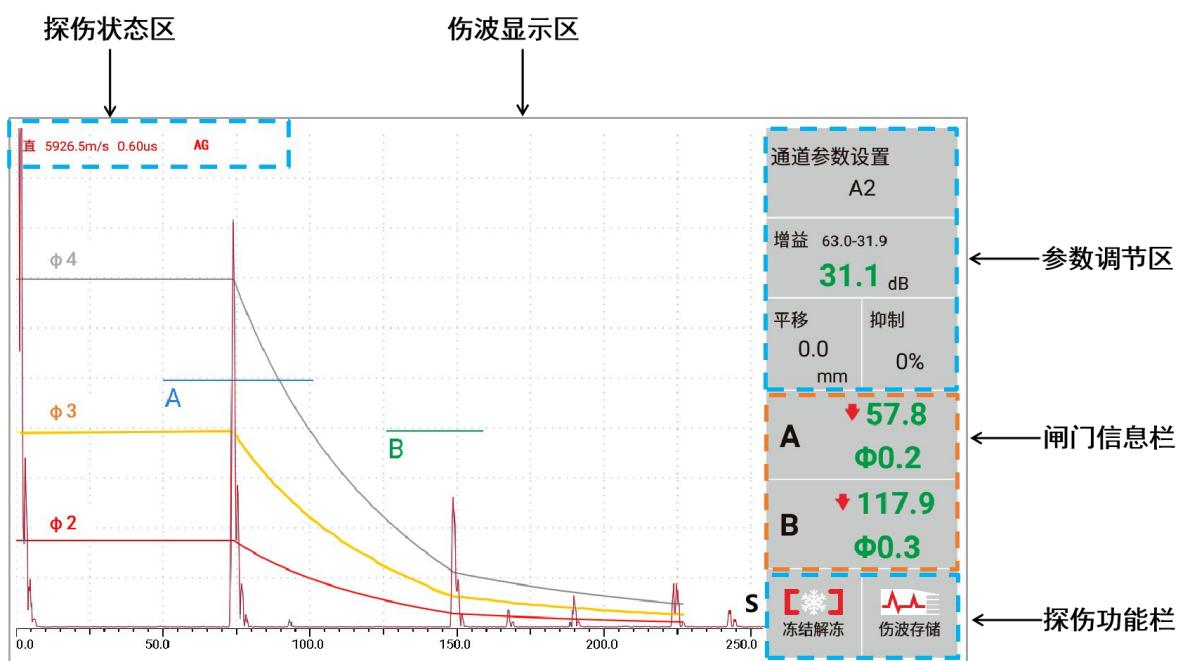
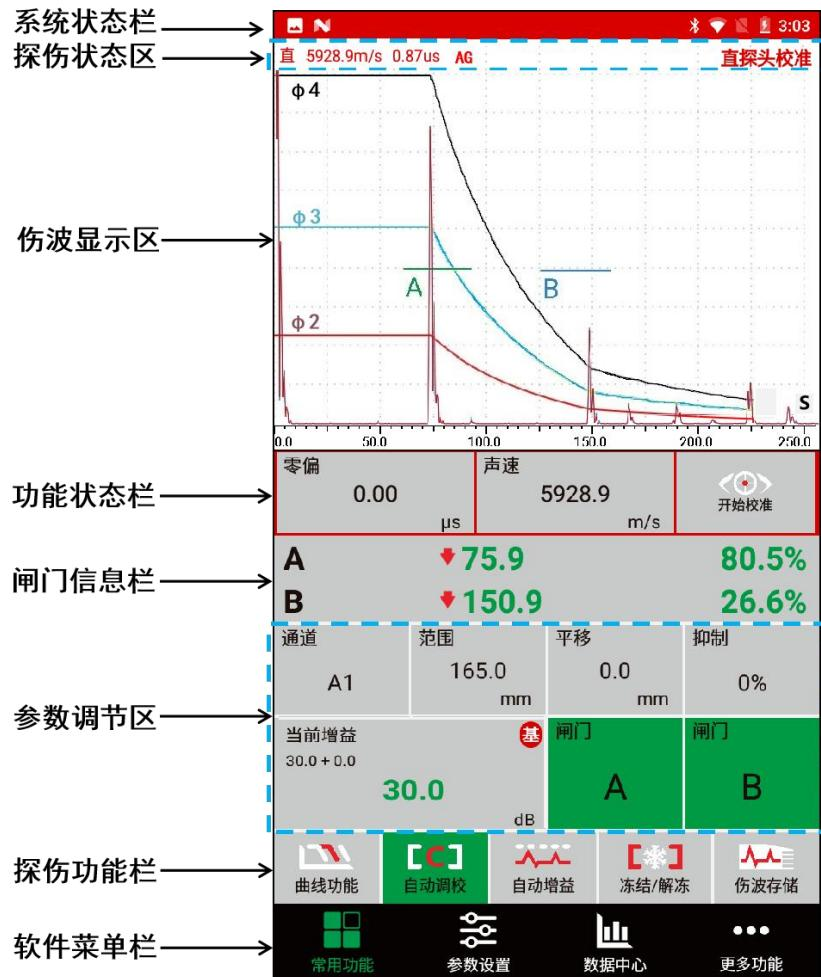

图 2.2 横屏模式显示界面
图 2.3 坚屏模式显示界面
本仪器提供了两种显示模式的探伤界面，即横屏模式和竖屏模式。横屏模式时，伤波显示区较大，波形显示更清晰，但参数调节较麻烦，功能操作较少，如图 2.2 所示；竖屏模式时，参数细节显示更全面，参数调节更便捷，但伤波显示区范围较小，如图 2.3 所示。
- 3) 点击探伤功能栏中的【曲线功能】或【自动调校】，仪器会弹出对应的功能状态栏（图 2.2 所示），根据提示继续操作功能状态栏；点击【自动增益】或【冻结/解冻】，仪器会在探伤状态区弹出对应的状态标识。
在探伤软件【KODIN 6A-UT】中，本仪器的实体按键暂时只适配了竖屏模式中的常用功能界面，用于调节图 2.2 所示的参数调节区内的重要参数。